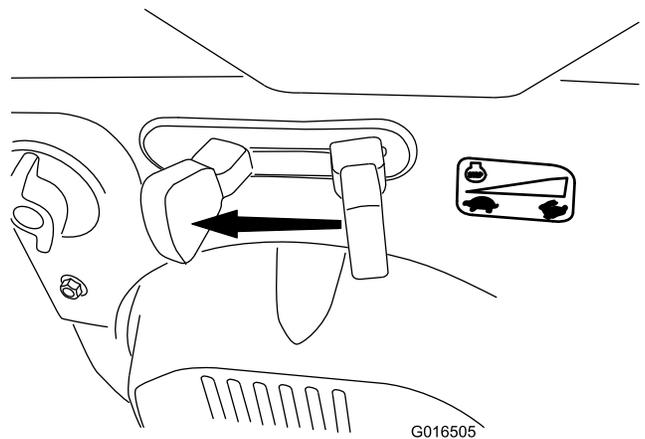

Bild 26
1. Stellen Sie die Gasbedienung auf die LANGSAM-Stellung und dann auf die STOPP-Stellung (Bild 26), um den Motor abzustellen. Sie können auch den Zündschlüssel nach außen in die mittlere Stellung ziehen, um den Motor abzuschalten.